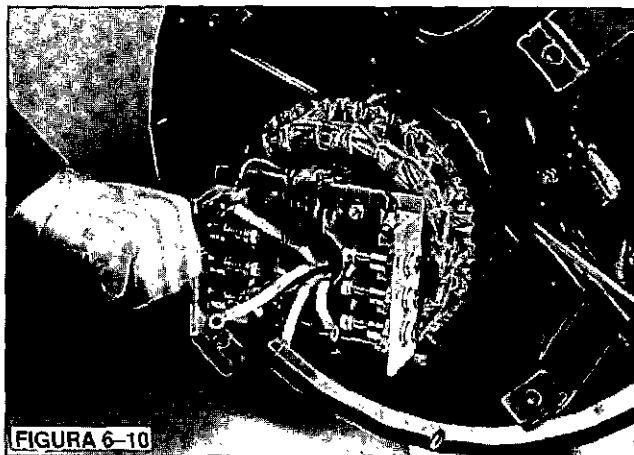

FIGURA 6-10
1. Note las marcas y desconecte los cables del rotor principal que salen del orificio de cables de la placa apartadora de aluminio desde el ángulo de aluminio del rectificador. (Figura 6-10)